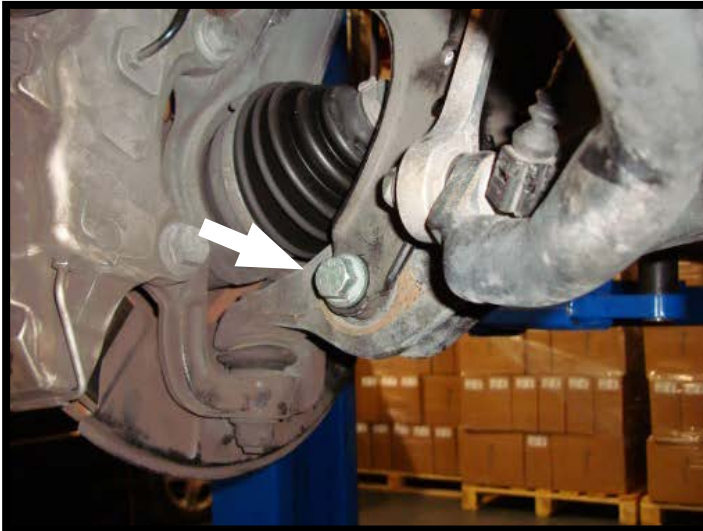

图10-2
5. 拆卸减震器底部安装螺母和螺栓。(图10-2 · 10-3)